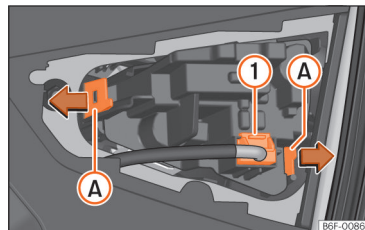

Abb. 172 Lampenhalter ausbauen.
» (Abb. 172) ① ab.
- Bauen Sie den Lampenträger aus, indem Sie die Befestigungslaschen (A) entriegeln.